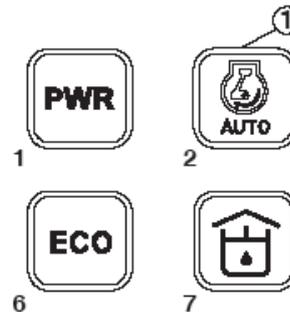

Рис. 146
- Нажать кнопку выключения (OFF) выбора автоматического режима холостого хода (1, рис. 146). При этом светодиодный индикатор (2) не горит.